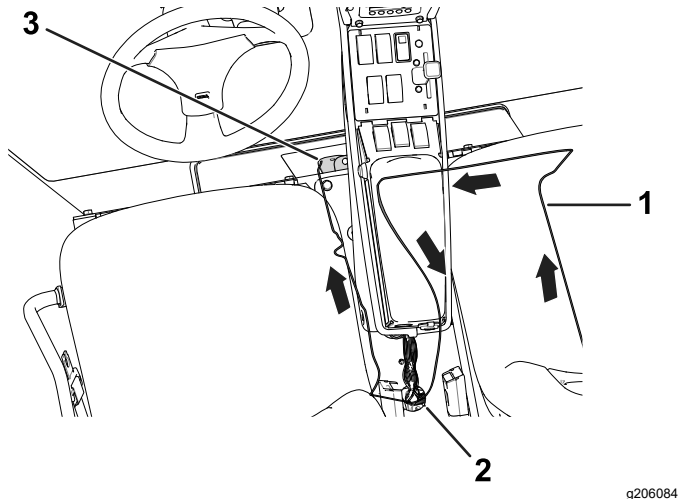
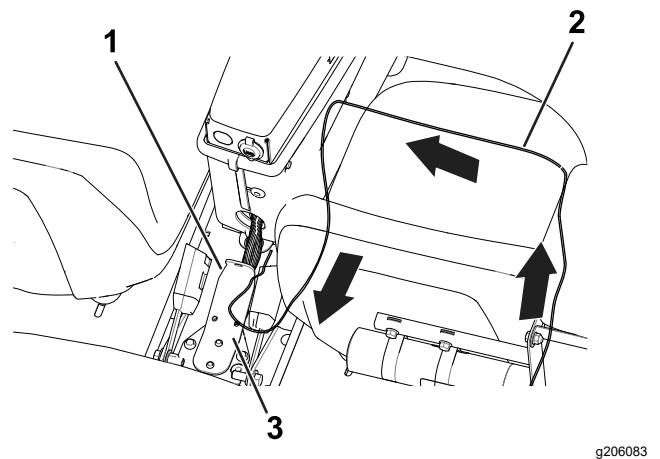

Figura 8
Figura 9
Enrute el tubo a lo largo del arnés de cables existente a través del hueco de la consola (Figura 9).
Enrute el tubo a lo largo del arnés de cables existente, a través del hueco de la consola, y a la parte delantera de la base del asiento (Figura 8).
4. Sujete los tubos al arnés de cables existente con bridas (Figura 9 o Figura 8).